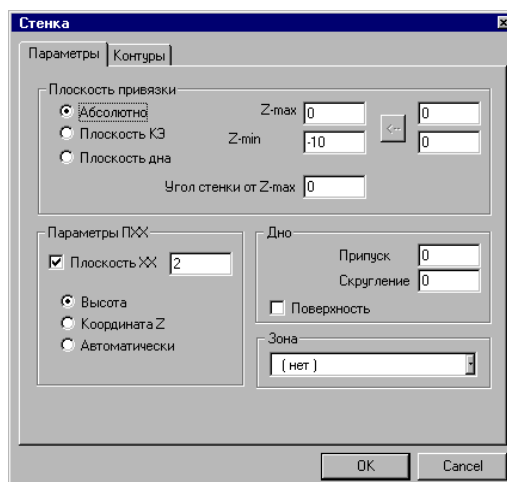

Рисунок 4.3 – Вікно діалогу «Стенка»
1. Натиснути кнопку  «Стенка» на панелі «Конструктивные элементы» в панелі «ТП Фрезерование». З'явиться діалог «Стенка» (рис. 4.3).